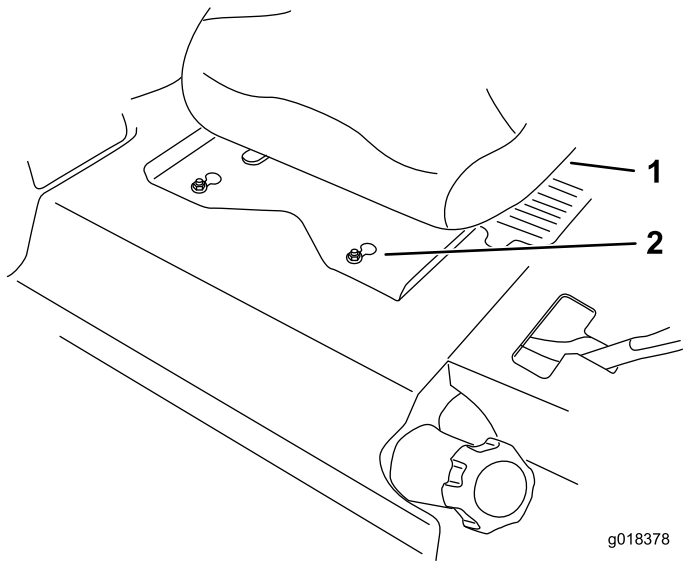

図 67
7. 座席と座席プレートを前にスライドさせて、前ナットをキーホールに通す 図 67。